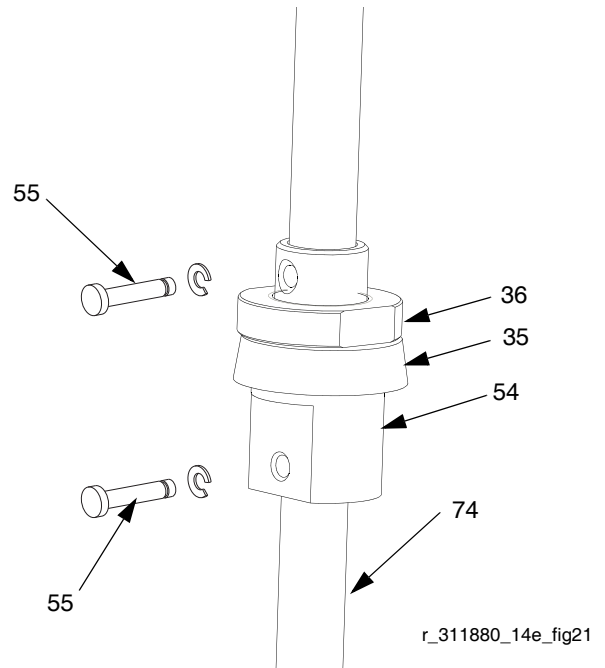

ABB. 21
9. Stifte (55) entfernen. Siehe ABB. 21.